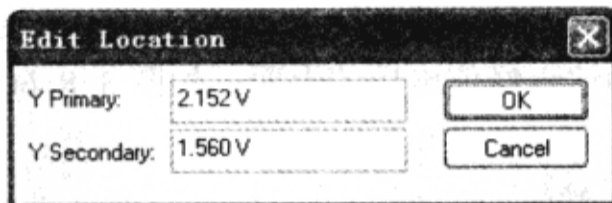

图 3-8-58 “Edit Location”对话框
(2) 测量 Noise Margin Low。
① 选择“SigWave”窗口的蓝色“differential horizontal marker”之一→单击鼠标右键→从弹出菜单选择“Location”，弹出如图 3-8-58 所示的“Edit Location”对话框。